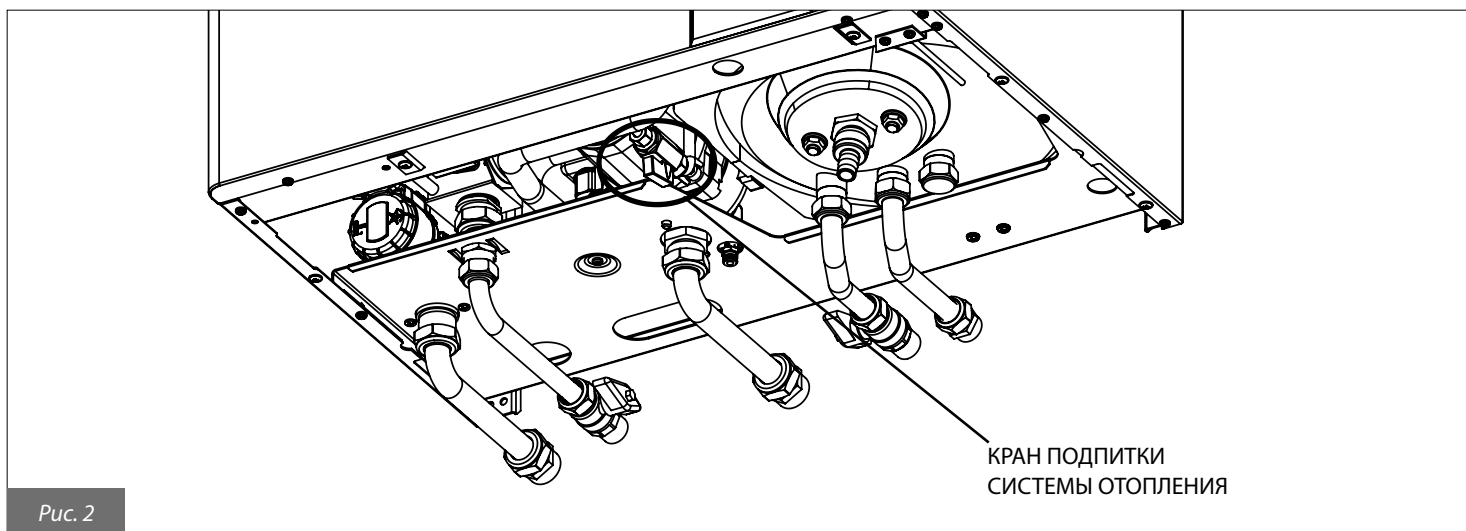

Рис. 2
Если на дисплее появляется код неисправности **E04**, это значит, что давление в системе отопления слишком низкое (сработал датчик давления воды в контуре отопления). При этом необходимо подпитать котел с помощью крана заполнения (рис. 2). Код неисправности **E04** появляется на дисплее котла, когда давление опускается ниже 0,4 бар и автоматически исчезает, как только давление поднимается выше уровня 1 бар. Давление в холодной системе отопления должно быть 1÷1,3 бар.
- открутить кран заполнения системы (рис. 2) движением против часовой стрелки с целью поступления воды систему;